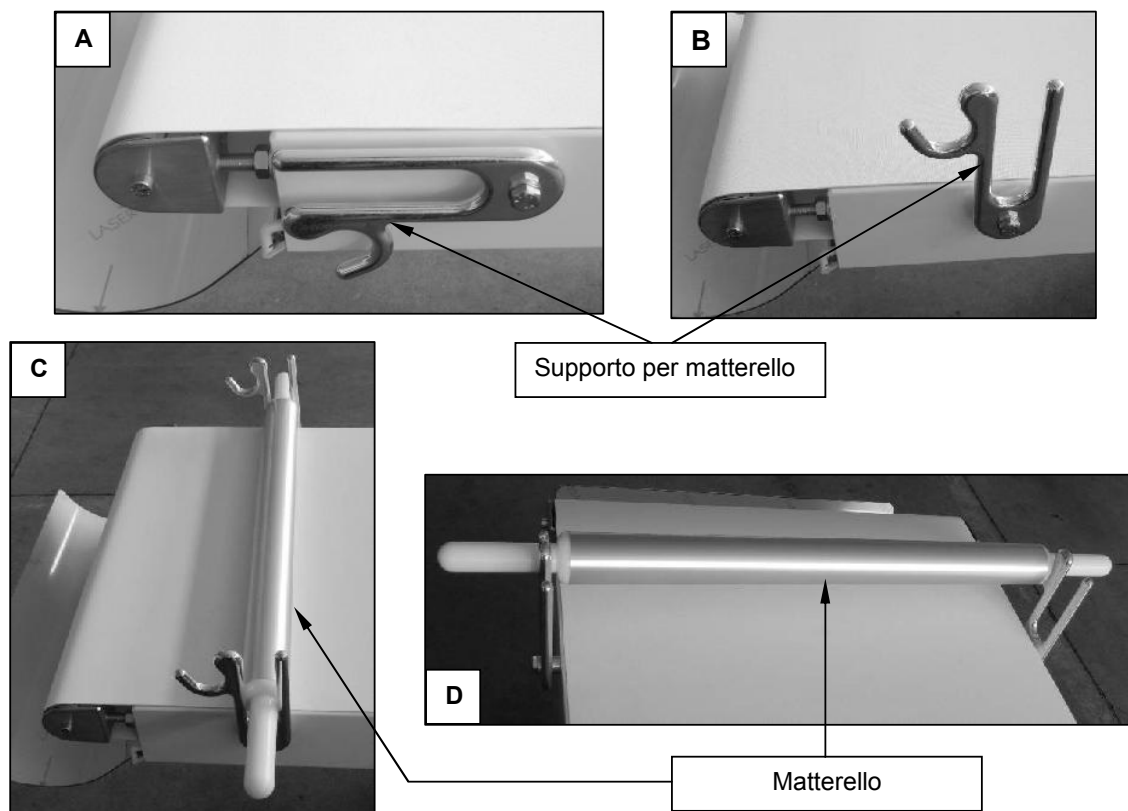

Figura 24 - Matterello e relativi supporti
- Con riferimento alla Figura 24, prima dell'ultimo passaggio di laminazione, sollevare i supporti per il matterello (da come in foto A a come in foto B); inserire un matterello nella sede più profonda (foto C) e avvolgerci un piccolo tratto di sfoglia in arrivo dall'ultima fase di laminazione: tutta la sfoglia si avvolgerà sul matterello che sarà tenuto in rotazione dall'attrito della pasta avvolta contro il tappeto